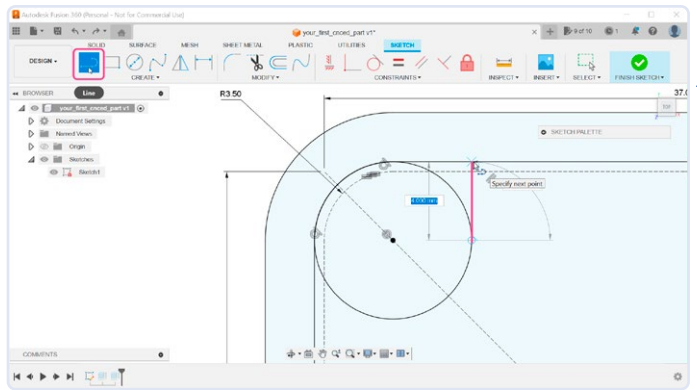

Figure 10. Mise en forme du support avec l'outil Line.
10. La zone entre le cercle et la paroi est très fine (**figure 10**) et sera difficile à fabriquer. Nous pouvons la fermer en dessinant d'autres formes avec l'outil **Line**. Dans la barre d'outils, sélectionnez l'outil **Line** et déplacez le curseur sur le centre du cercle. Ensuite, continuez de déplacer le curseur de la souris vers la droite jusqu'à atteindre le bord du cercle. Dans cette position, dessinez le premier point de la ligne. Déplacez le curseur de la souris vers le haut jusqu'à ce que vous touchiez la paroi. Dans cette position, dessinez un deuxième point sur la ligne. Assurez-vous que le mouvement soit assez droit — ceci indiquera à Fusion 360 de fixer les limites automatiquement.